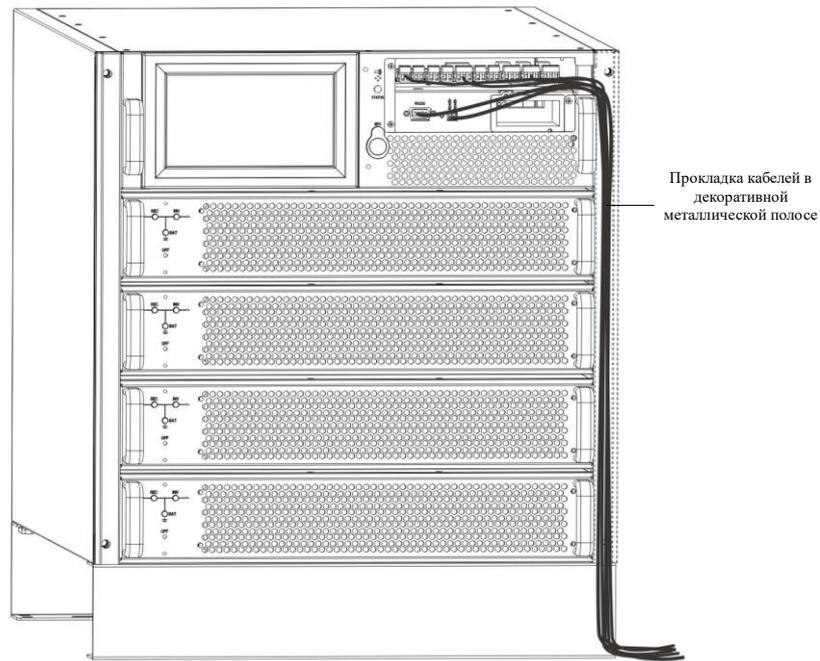

Рис. 4-12: прокладка кабелей (сухой контакт, RS485, SNMP)
2. Подключите кабели и проложите, как показано на Рис. 4-12